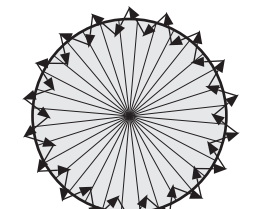

FIG. 18
- 4.4.1.4 Marchez depuis l'extérieur et passez dans le diagramme de détection jusqu'à ce qu'une LED rouge ou verte s'allume pendant environ 2 s, puis s'éteigne ; le prochain déclenchement devrait intervenir à un intervalle de 2 s (Voir la FIG. 18).
- 4.4.2.5 Marchez depuis l'extérieur et passez dans le diagramme de détection jusqu'à ce qu'une charge s'allume pendant environ 2 s, puis s'éteigne ; le prochain déclenchement devrait intervenir à un intervalle de 2 s (Voir la FIG. 18).